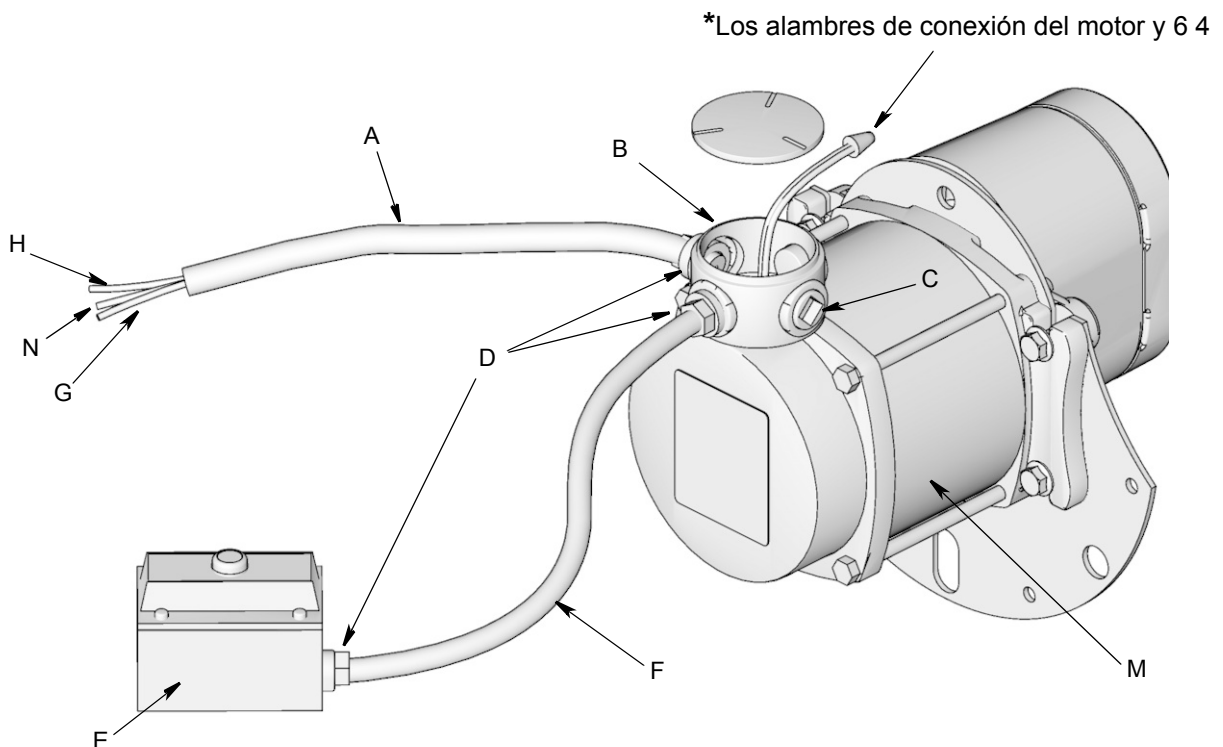
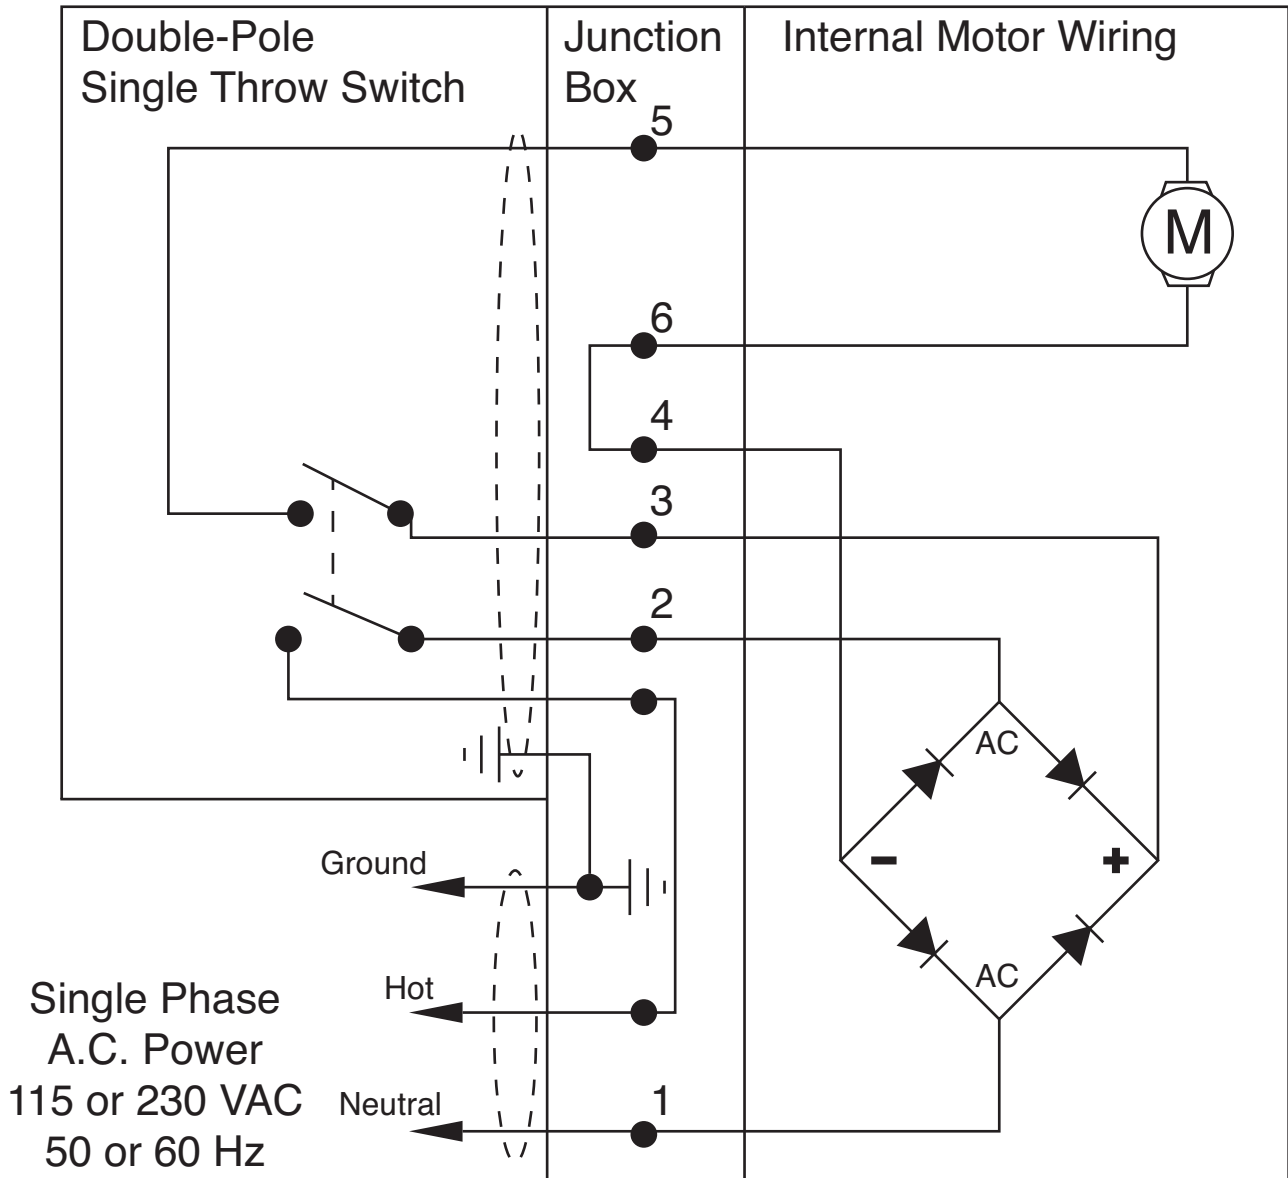

FIG. 10
FIG. 11
Siga el diagrama de cableado provisto en FIG. 10 y el esquema de cableado en FIG. 11.
- c. Aplique una capa delgada de grasa a la junta tórica (18).
- d. Monte el carrete (17) en la salida.
- e. Vuelva a instalar los pernos (19). Apriete los cuatro pernos con firmeza. Apriete los pernos a 24 to 30 ft. pounds (32,54 to 40,67 N.m)
- Motores eléctricos: el intercambio de los modelos de CA lleva a 5 y 6 (FIG. 11, página 22).